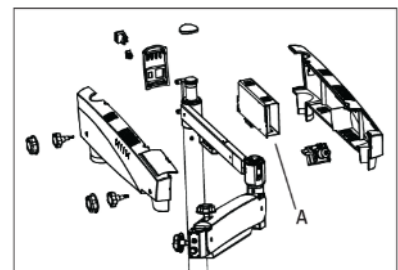

Fig. 36
Éteignez le microscope. Ouvrez les couvercles des bras pivotants et remplacez l'ensemble d'éclairage (A) par un nouvel ensemble. Remettez en place les couvercles des bras. Voir la figure 36.